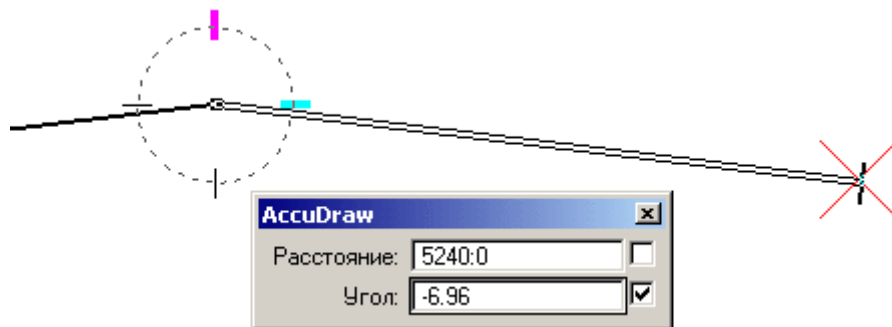

Рисунок 88
- Направить дальнейшее построение вправо. Для удобства, если подвести мышку примерно на расстояние **5240** мм, автоматически появится «полочка» около указателя мыши (Рисунок 88), которая позволяет нарисовать элемент той же длины, что и предыдущий элемент. При этом в поле *Расстояние* должно быть высвечено значение **5240** мм.
- В поле *Угол* отложить **-6,96** градусов (Рисунок 88).